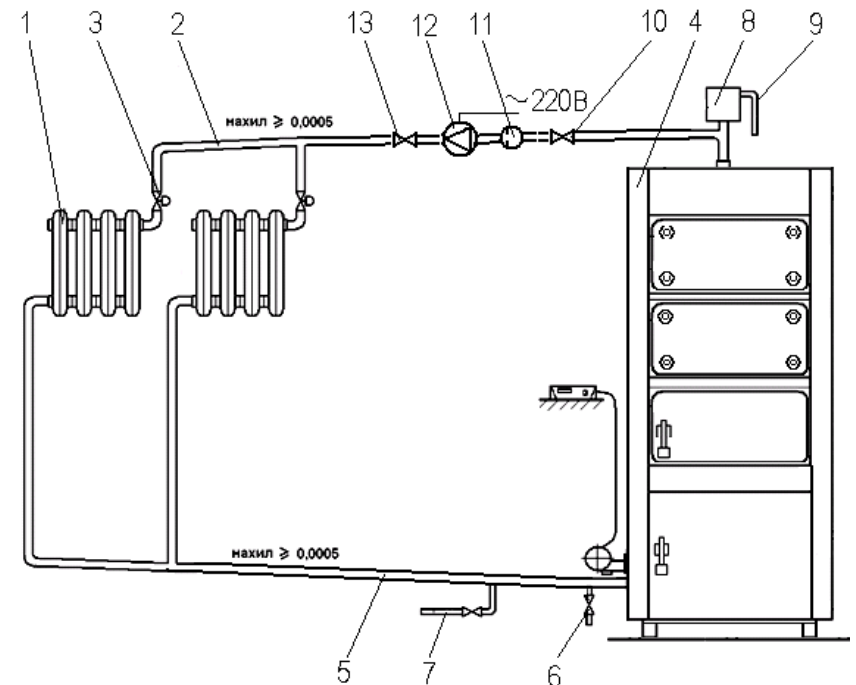

Рис. 3. Принципова схема підключення котла до відкритої системи опалення (рекомендована)
2.2.2.2.6 Принципова схема підключення котла до відкритої системи опалення наведена на **рис. 3**. Підбір опалювальних приладів (радіаторів) і діаметр трубопроводів в системі опалення в кожному окремому випадку виконується за розрахунками, виконаними спеціалізованою організацією, за умов досягнення циркуляції води яка б забезпечила температуру води в подаючому трубопроводі 50°C і 40°C в зворотному трубопроводі при температурі повітря 0°C.